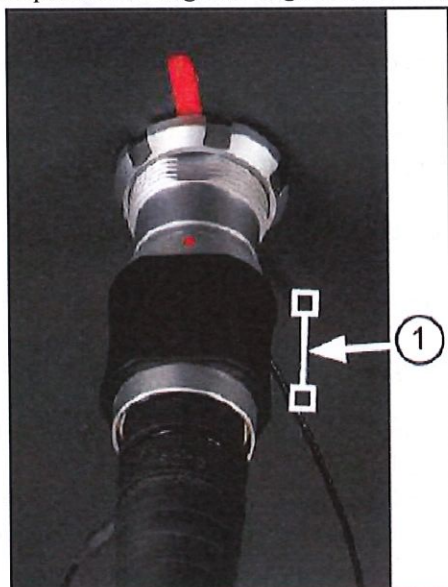

Figura 18. Desconexión de la línea de fibra óptica del cableado de la caja de conexiones
b. Desconecte la línea de fibra óptica de la toma de fibra óptica de la consola tirando de la empuñadura de goma negra identificada por la leyenda de la Figura 18.
- b. Desconecte la línea de fibra óptica de la toma de fibra óptica en la caja de conexiones tirando de la empuñadura de goma negra identificada por la leyenda de la Figura 18.
- b. Desconecte la línea de fibra óptica de la toma de fibra óptica del panel de conexión móvil tirando de la empuñadura de goma negra identificada por la leyenda de la Figura 18.
b. Desconecte la línea de fibra óptica de la toma de fibra óptica en la caja de conexiones tirando de la empuñadura de goma negra identificada por la leyenda de la Figura 18.